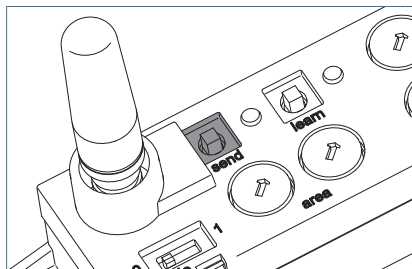

Fig. 26: Taste „send“.
- ▶ Drücken Sie die Taste „send“, siehe Fig. 26.